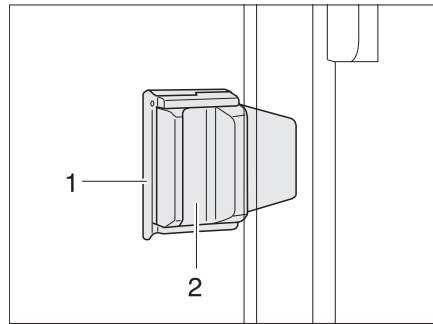

Bild 60 Schiebefenster mit Schiebeverriegelung
- Verriegelung (Bild 60,1) herausziehen.
- Griff (Bild 60,2) drücken und gleichzeitig nach vorn oder hinten schieben.
- Verriegelungsknopf (Bild 60,1) in vertikale Position drehen.